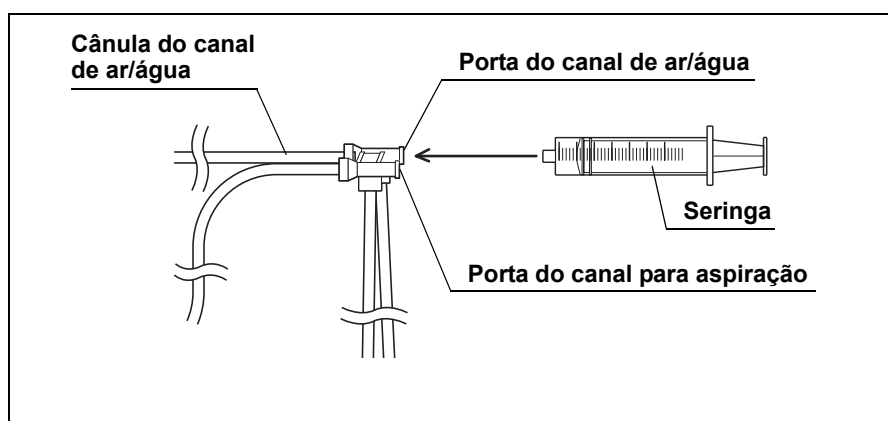

Figura 5.36
5. Mova a seringa para a porta do canal de ar/água da cânula de injeção e injete o canal de ar/água com 90 ml de água (isto é, bombeie a seringa pelo menos três vezes). (Consulte Figura 5.36)
9. Mova a seringa para a abertura do canal de ar/água da cânula de injeção e injete o canal de ar/água com 90 ml de ar. (Consulte Figura 5.36)
3. Mova a seringa para a porta do canal de ar/água da cânula de injeção e force a injeção de pelo menos 180 ml de solução desinfetante no canal de ar/água. Confirme se não saem bolhas de ar da extremidade distal durante a sexta limpeza. Se continuarem a sair bolhas de ar, injete o canal com a solução desinfetante até que deixem de sair bolhas de ar. (Consulte Figura 5.36)
4. Mova a seringa para a abertura do canal de ar/água da cânula de injeção e injete o canal de ar/água com 90 ml de ar. (Consulte Figura 5.36)
6. Mova a seringa para a abertura do canal de ar/água do tubo injetor e injete o canal de ar/água com, pelo menos, 90 ml da água de enxágue. (Consulte Figura 5.36)